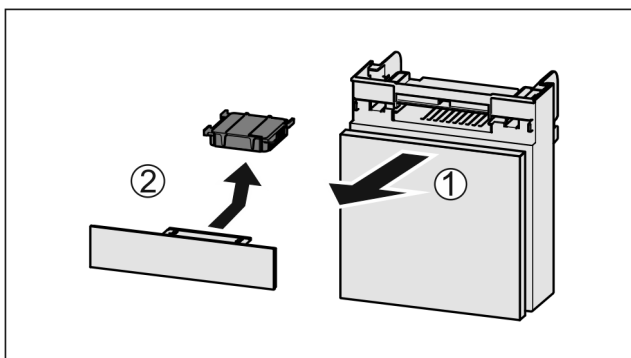

Fig. 176
- Потягніть Fig. 176 (1) відділення вперед.
- Витягнути Fig. 176 (2) фільтр з активованого вугілля.